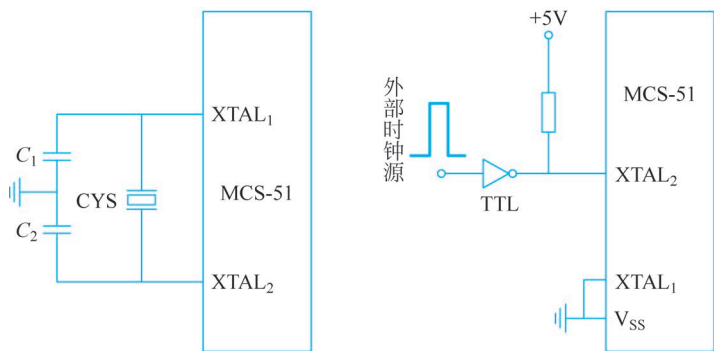

图 3.9 晶振电路
(1) 内部振荡方式：51 单片机片内有一个用于构成振荡器的高增益反相放大器，引脚 XTAL1 和 XTAL2 分别是此放大器的输入端和输出端。单片机片内的放大器与外部连接的晶体振荡器和微调电容一起构成了稳定的自激振荡器，从而产生振荡脉冲，并输入单片机的内部时钟电路，如图 3.9 所示。
- ① XTAL1(19 脚)：接外部晶振的一个引脚(内部反相放大器的输入端)。
- ② XTAL2(18 脚)：接外部晶振的一个引脚(内部反相放大器的输出端)。